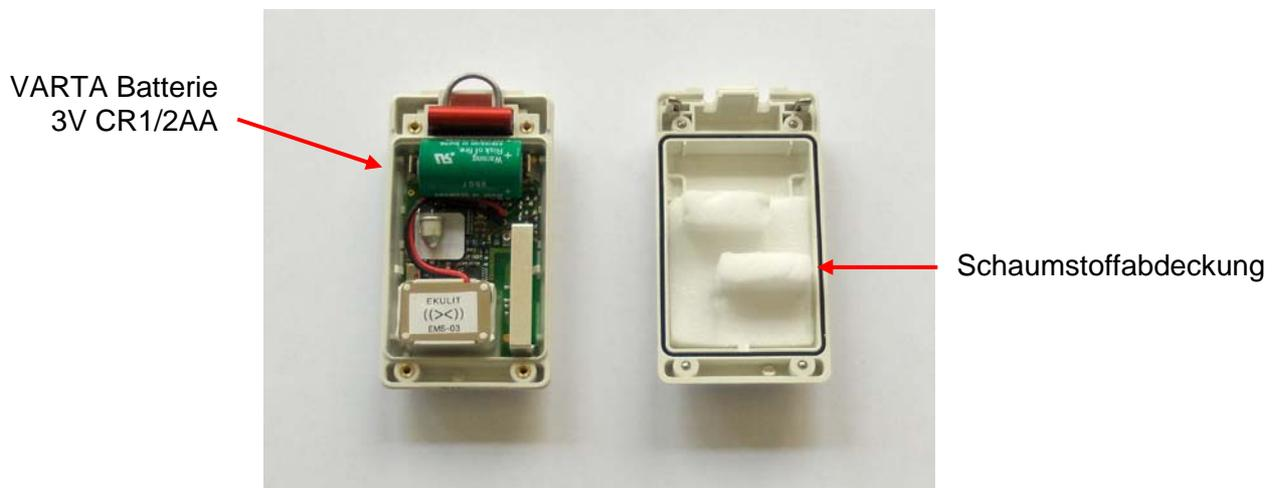

Bild 4. Öffnung des ManDown Sensors
- Den Druckschaum sorgfältig zurücksetzen, wie in *Bild 4. Öffnung des ManDown Sensors* beschrieben.